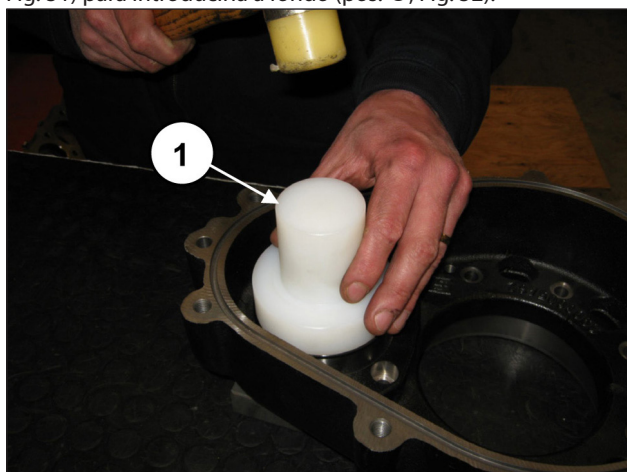
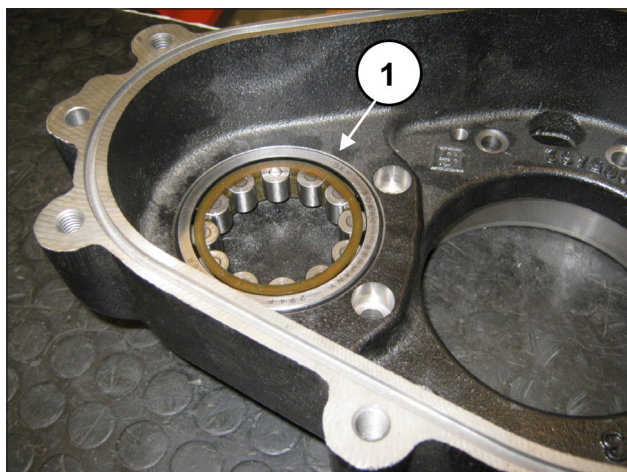

Fig. 51
Fig. 52
Premontar la anilla externa del cojinete del piñón en la caja del reductor utilizando la herramienta cód. 27604900, (pos. ①, Fig. 51) para introducirla a fondo (pos. ①, Fig. 52).